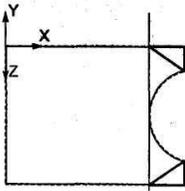
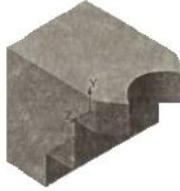

Рис. 112
Рис. 113
22. Постройте эскиз треугольных вырезов, показанный на рис. 112.
23. Для получения треугольных вырезов повторите пп.12-16 настоящего упражнения для эскиза выреза рис.112. Получим вырез, показанный на рис.113.